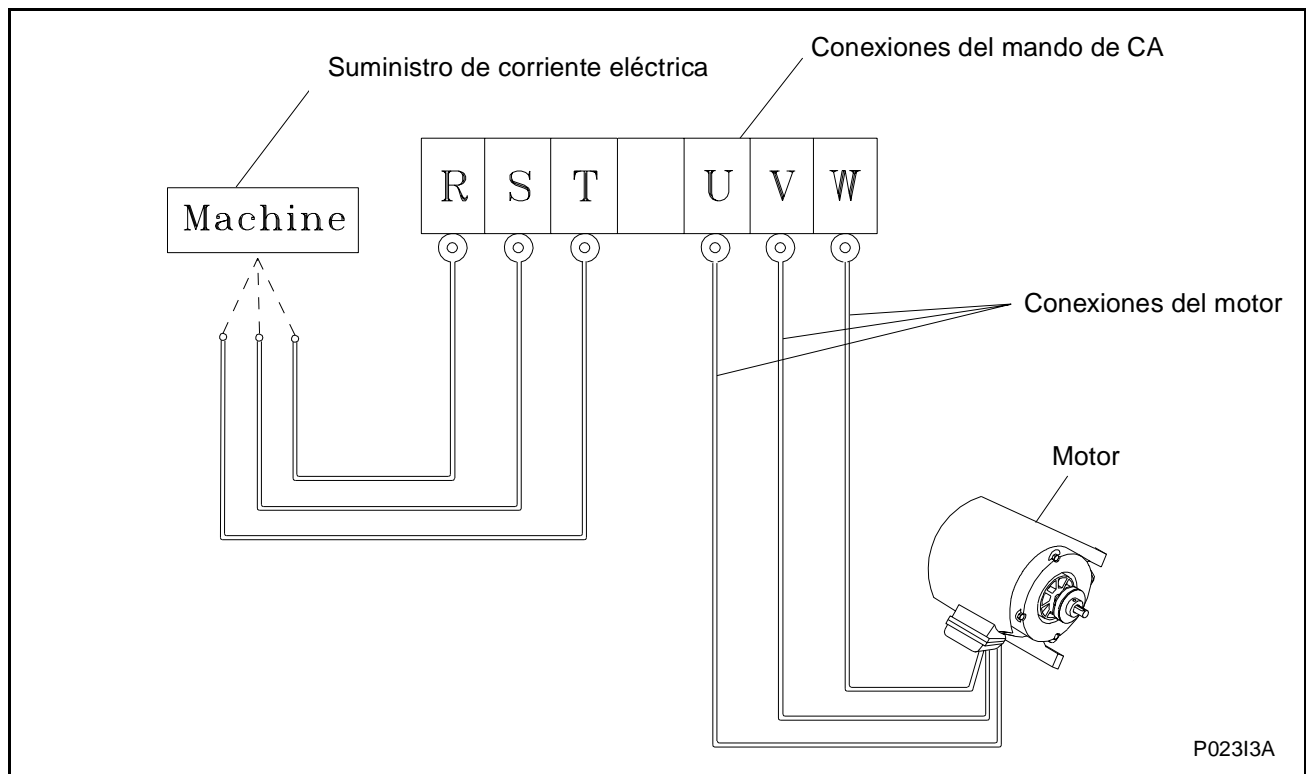

Figura 16
8. La rotación del cilindro debe ser en el sentido del reloj en el paso de extracción. Si la rotación no fuera en el sentido del reloj en el paso de extracción, desconecte la corriente eléctrica. Un electricista capacitado debe invertir dos conexiones cualquiera entre el mando de CA y el motor. Vea la Figura 16.